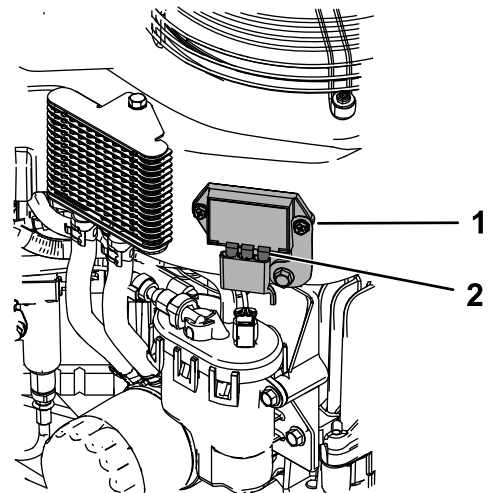

Figura 30
4. Aplique un poco de grasa a las patillas del regulador de tensión (Figura 30).